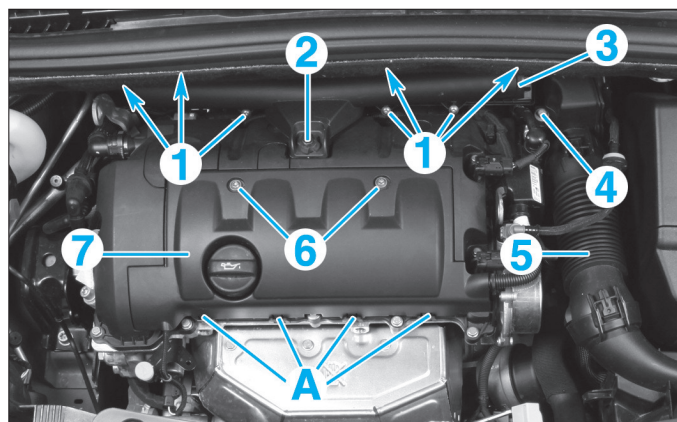
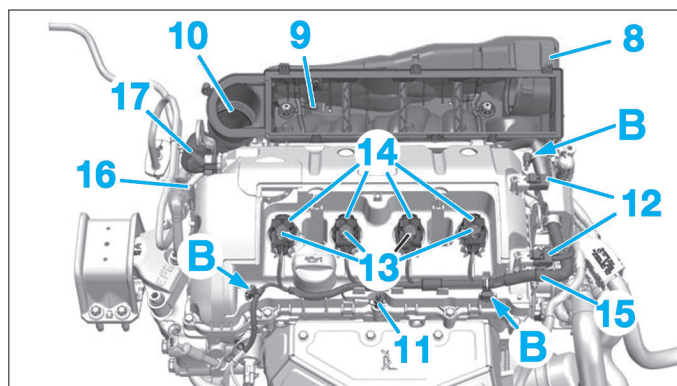

FIG. 2
FIG. 3
- les vis (1) (Fig.2),
- la vis (2),
- le couvercle de filtre à air (3),
- la vis (4),
- le raccord d'entrée d'air (5),
- les vis (6).
- Dégrafer le carénage supérieur (7) en (A) puis le déposer.
- le support de filtre à air (8) (Fig.3),
- la cuve de filtre à air (9),
- le raccord d'air (10),
- l'écrou (11),